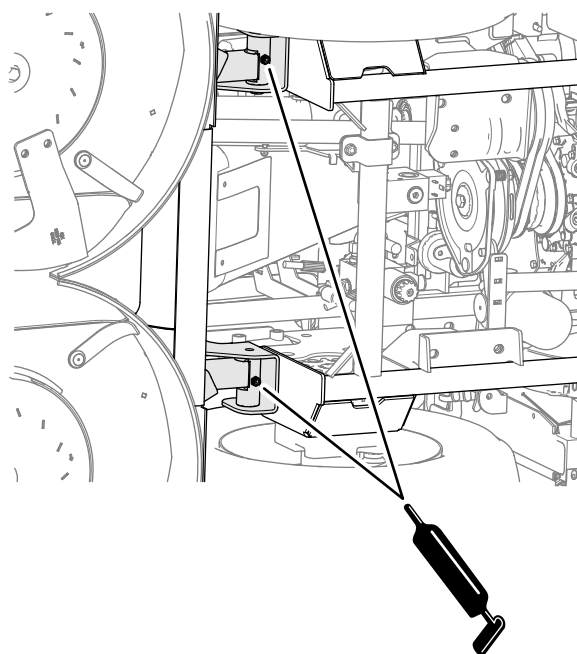

Рисунок 45
- Оси поворота подъемных рычагов деки (Рисунок 45)